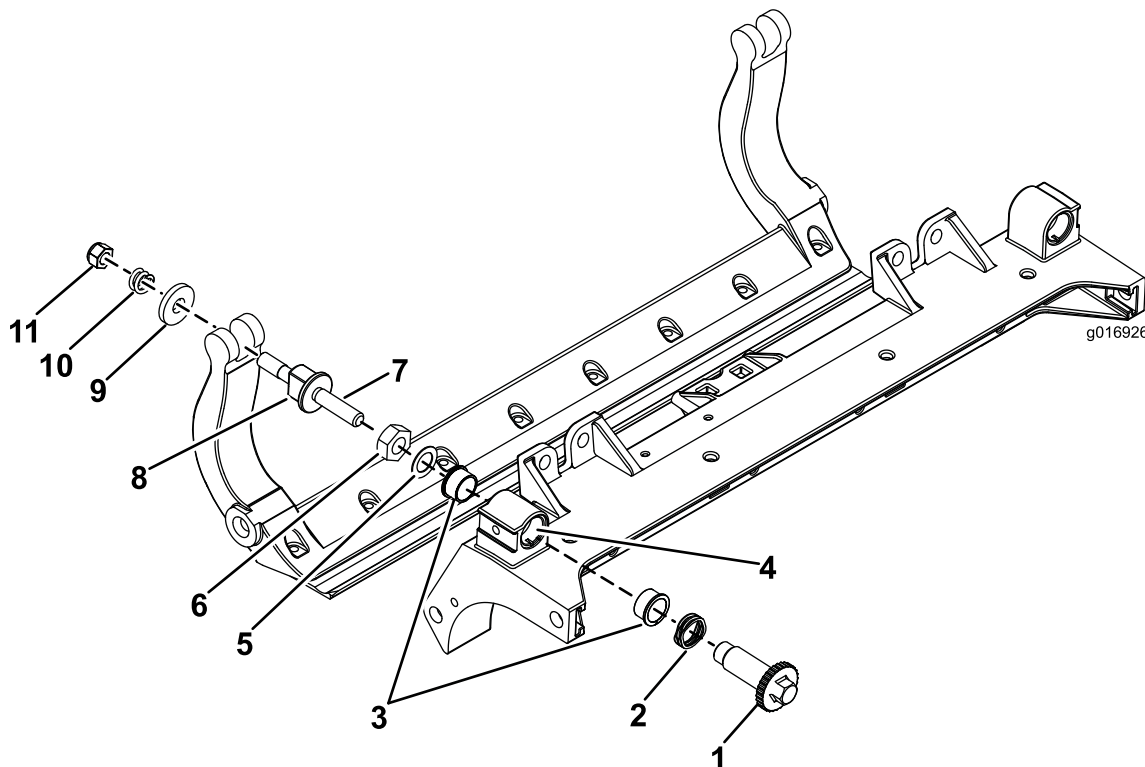

Figura 34
1. Retire todas las piezas (consulte las *Instrucciones de instalación* del Kit HD DPA (Modelo 120–7230) y Figura 34).
2. Aplique compuesto antiadherente en la parte interior de la zona de los casquillos del bastidor de tiro de la unidad de corte (Figura 34).
3. Alinee los salientes de los casquillos con brida con las ranuras del bastidor, e instale los casquillos (Figura 34).
4. Instale una arandela ondulada sobre el eje del ajustador e introduzca el eje del ajustador en los casquillos con brida del bastidor de la unidad de corte (Figura 34).
5. Sujete el eje del ajustador con una arandela plana y una contratuerca (Figura 34). Apriete las tuercas de las ruedas a 20–27 N·m.
Nota: Coloque una arandela de nylon en cada lado del saliente de la chapa lateral. Coloque una arandela de acero por fuera de cada arandela de nylon (Figura 34).